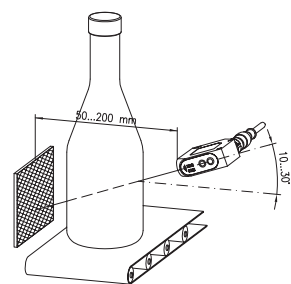

Abb. 9
- Bei Durchlichtbetrieb die Reflexfolie RF 10C\* gegenüber vom Farbsensor so montieren, dass der Lichtstrahl in der Mitte der Reflexfolie auftrifft. (Abb. 9).